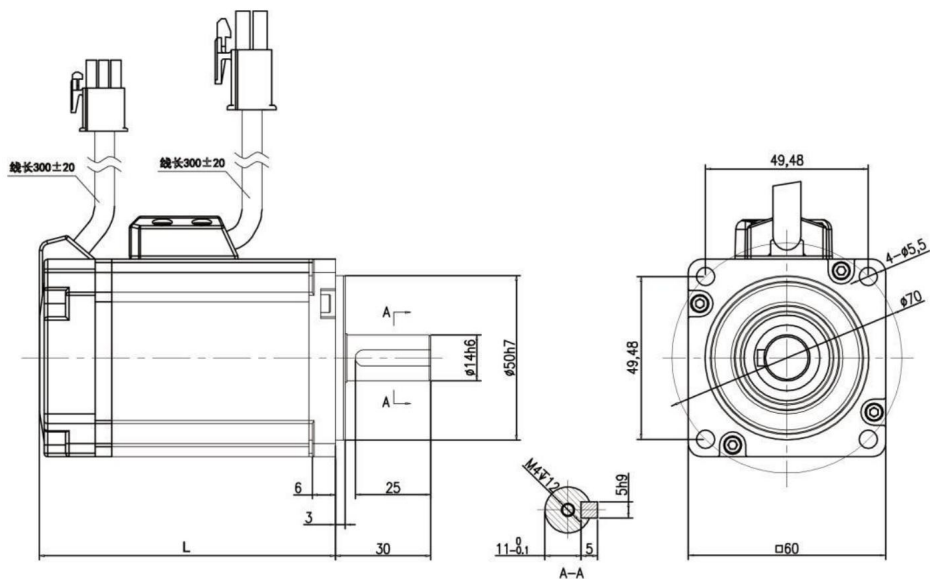

Рисунок 3.2. 60 Двигатели и Таблица 3-1.
- Установочные размеры двигателя типоразмера 60 (см. Рисунок 3.2 и Таблицу 3-1).